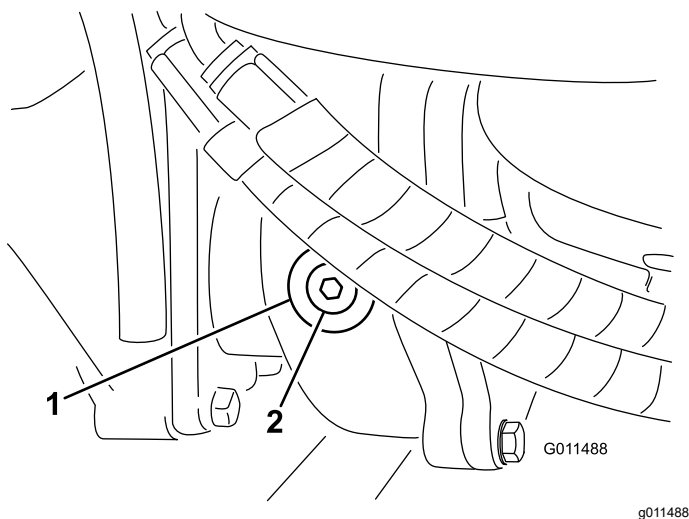

Figura 108
- Retire el tapón de verificación/llenado del lado izquierdo de la caja de engranajes y asegúrese de que el lubricante llega al borde inferior del orificio (Figura 108).